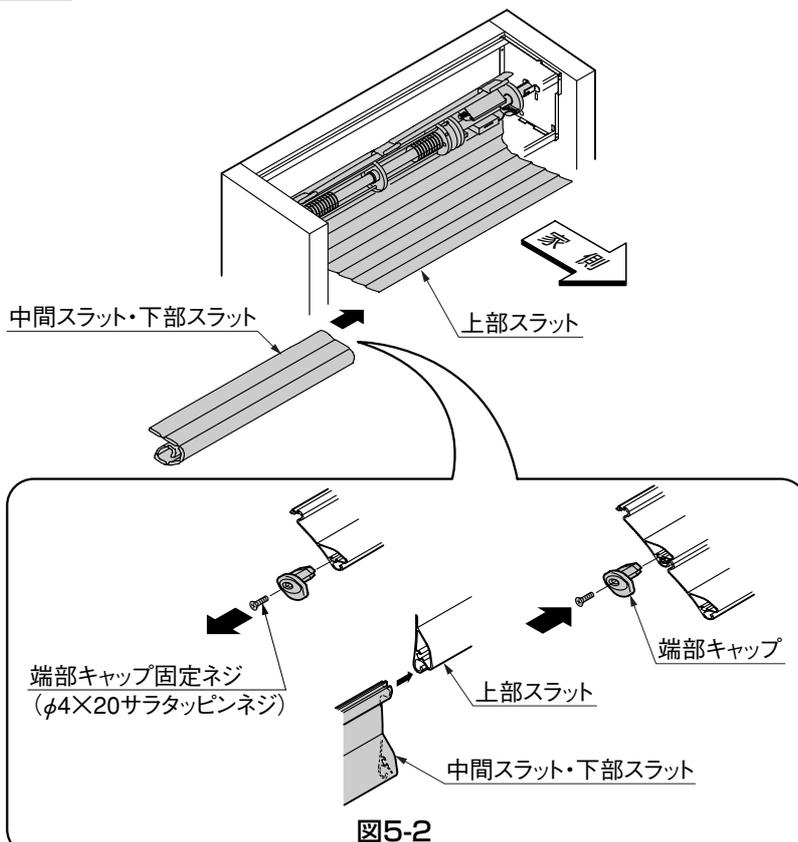

図5-2
- 1 上部スラットの最下段の「端部キャップのネジ」を外して、取外してください。(図5-2参照)